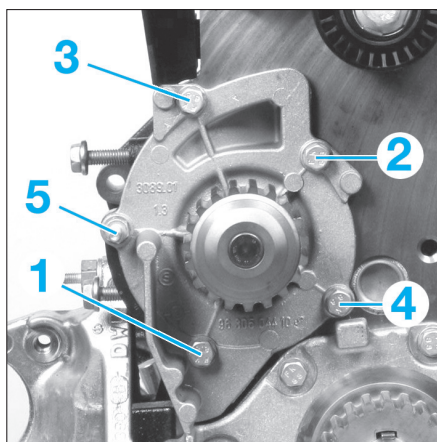

Fig. 26
- Déposer la pompe à eau avec son joint (Fig.26).